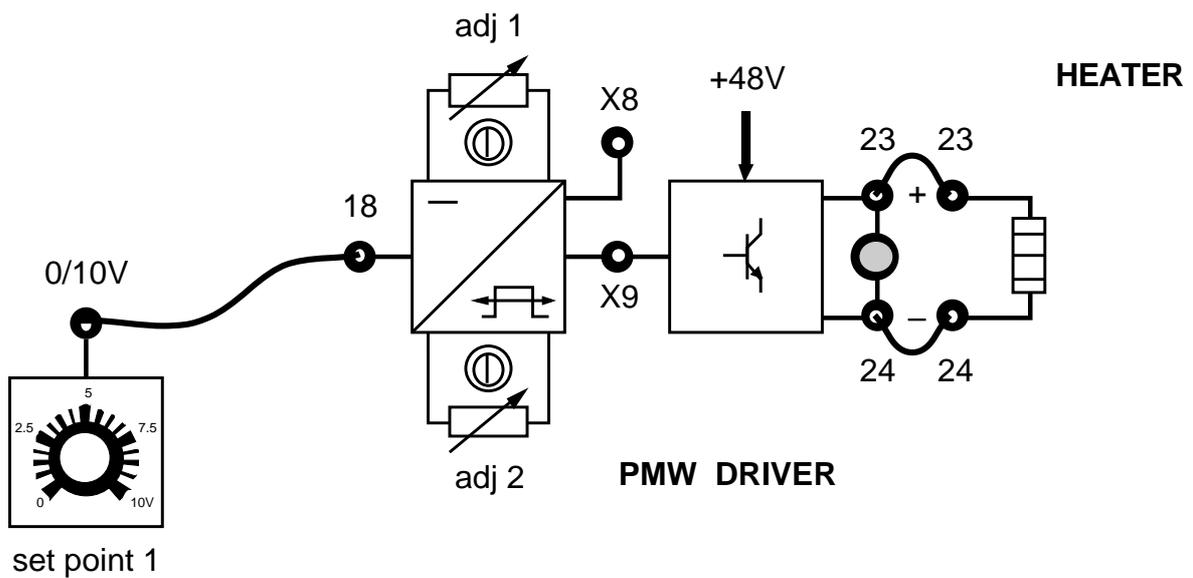

Fig. 18.2
- 13) Conectar el casquillo 23 del PWM DRIVER al casquillo 23 y el casquillo 24 al 24 (ficha 18.1 fig 18.2).